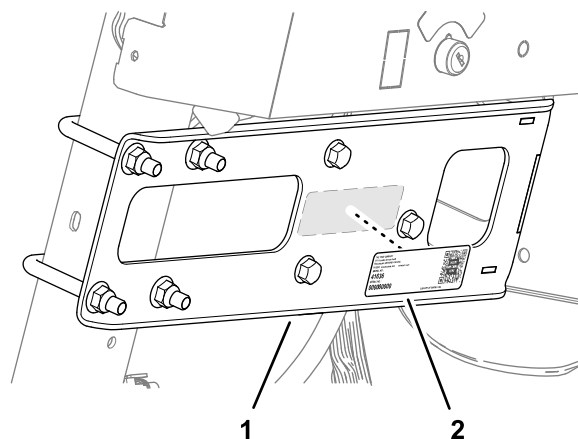

図 77
2. 図 77に示すように、デカールをマニホールドマウントに貼り付けます。